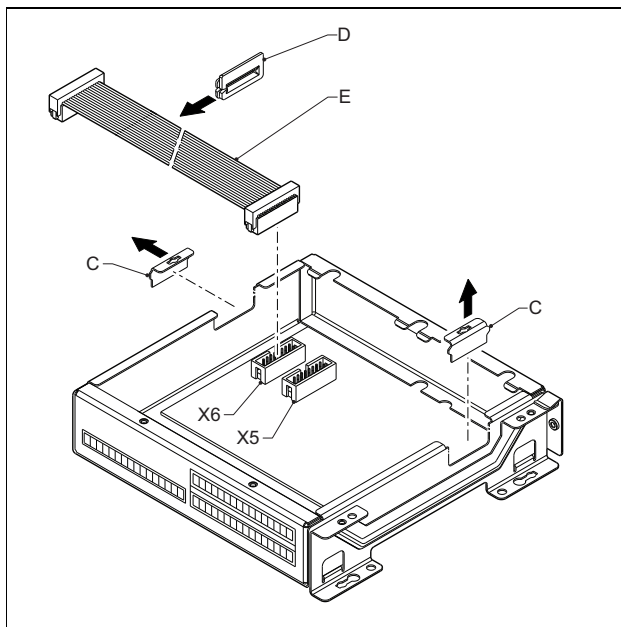
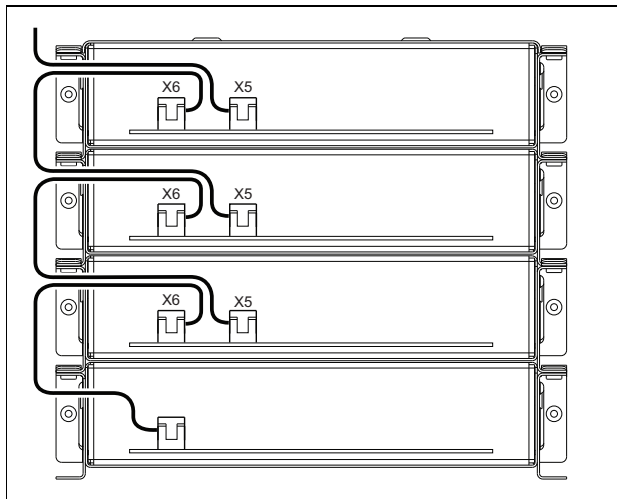
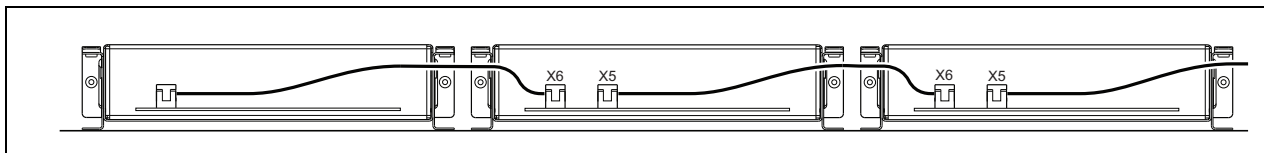

figura 20.9: Retirada de pieza desmontable
figura 20.10: Guiado de cable plano (módulos apilados)
figura 20.12: Guiado de cable plano (módulos uno al lado del otro)
- 2 Retire las piezas desmontables de entrada de cable (C) para los ojales de los módulos (véase figura 20.9). Esto depende del modo en que desee colocar los módulos (apilados, véase figura 20.10 o uno al lado de otro figura 20.12).
- 3 Ponga el ojal (D) sobre los cables planos (E).
- 5 Guíe el cable plano al otro módulo (véase figura 20.10 o figura 20.12) e inserte el ojal en el orificio de la pieza desmontable.
Cuando los módulos no estén apilados, sino montados uno al lado de otro, vuelva a colocar las cubiertas en todos los módulos (véase figura 20.12).